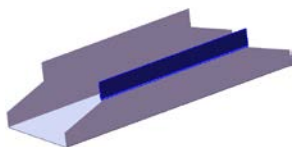
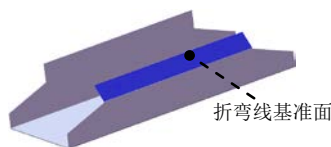

图 11.2.13 绘制的折弯 2
图 11.2.14 折弯线基准面
Step6. 创建图 11.2.13 所示的钣金特征——绘制的折弯 2。
(1) 选择命令。选择下拉菜单 **插入(I)** → **钣金(B)** → **绘制的折弯(S)...** 命令 (或单击“钣金”工具栏上的“绘制的折弯”按钮 )。
(2) 定义特征的折弯线。
① 定义折弯线基准面。选取图 11.2.14 的模型表面作为折弯线基准面。